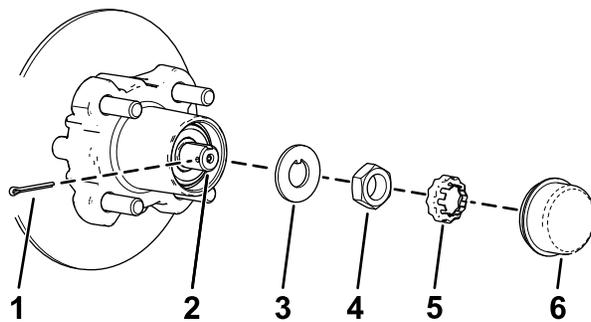
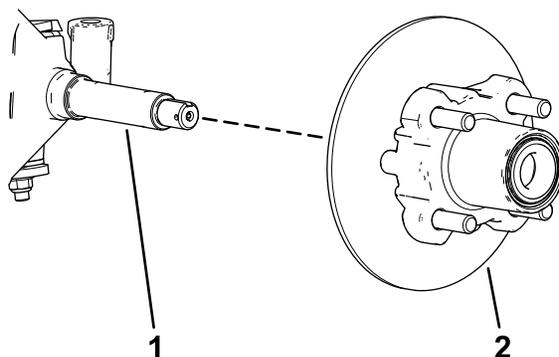

Figura 22
Figura 23
4. Retire el tapón guardapolvo del cubo (Figura 22).
5. Retire la claveta y el retén del eje y la tuerca del eje (Figura 22).
6. Retire la tuerca del eje y separe el conjunto de cubo y rotor del eje (Figura 22 y Figura 23).